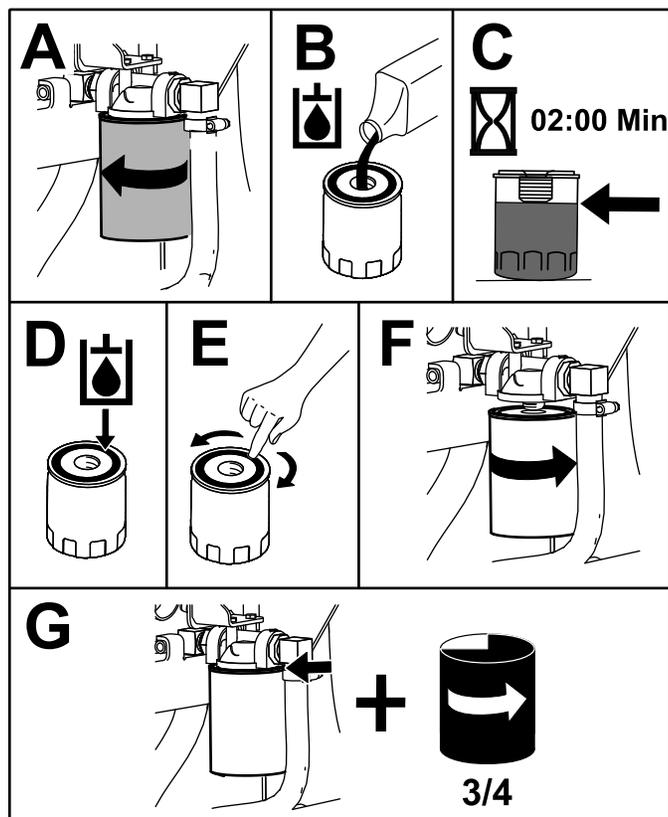

図 71
4. フィルタの下に廃油受けを置いてフィルタを交換する 図 71。